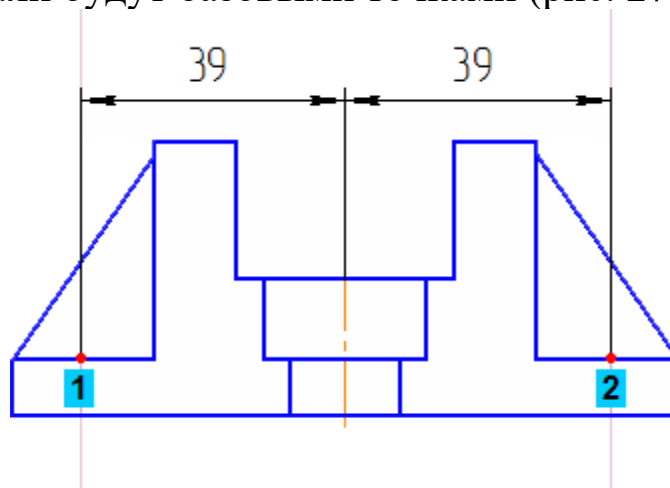

Рисунок 27.
- Постройте две вспомогательные прямые, параллельные осевой линии на расстоянии 39 мм от нее. Точки 1 и 2 пересечения прямых и контура детали будут базовыми точками (рис. 27).